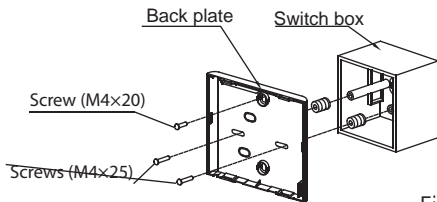

Fig 3-6
- Pour le montage du coffret électrique, fixez la plaque arrière du coffret électrique avec 2 vis (M4x25) et fixez-la au mur avec 1 vis (M4x20). (Fig.3-6)